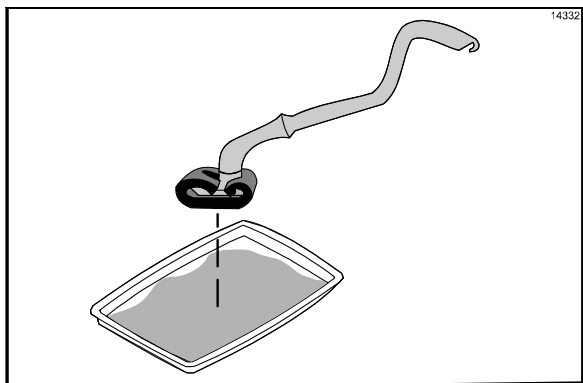

图 47
14. 将 Kay 煎炉清洁垫支架放入煎炉清洁剂内。(请见图 47)